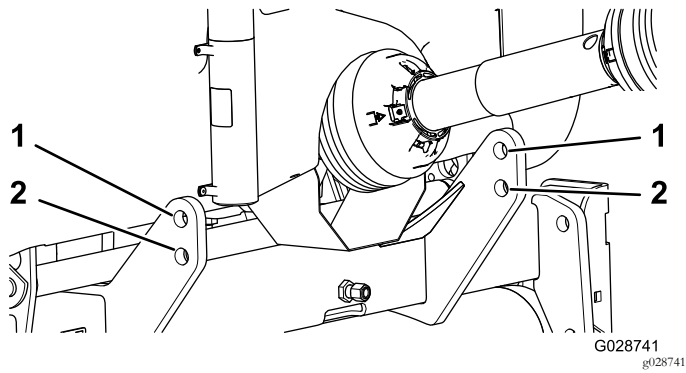

图5
**注意** 要实现最大离地高度挂钩销应固定到下安装孔中图5。要确定何时使用上安装孔请参阅“连接 PTO 轴”。